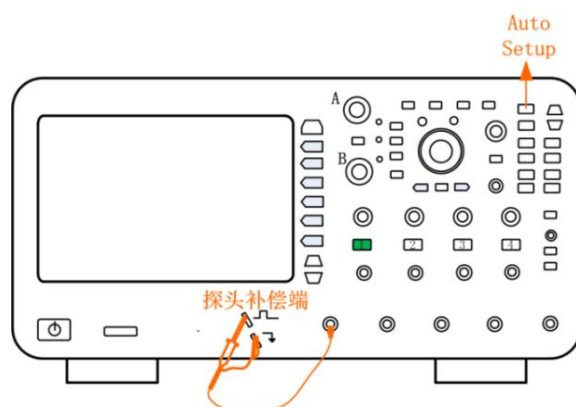

图 5-3 探头连接
(2) 恢复默认状态后，可接入信号，使用普通无源探头与面板上的“探头补偿端”进行连接，如下图 5-3 所示。
使用 ZP1025SA 型号的探头（由于公司探头会不断地更新升级，最终以实际标配的实物为准），探头的衰减档位有 X1 档和 X10 档，比率为 1:1 和 10:1，接入示波器中（将探头母头 BNC 端对准示波器通道 CH1 BNC 插头，按下向右旋转即可，同时将探头的探针接到示波器探头补偿端接口，鳄鱼夹接地），具体如图 5-3 所示。
注：若探头接入的不是 CH1 而是 CH2、CH3 或 CH4，则按下面板上的【1】软键，软键变灰则关闭通道 1，按下【2】、【3】或【4】软键则打开相应通道则软键变亮，如图 5-3 所示。